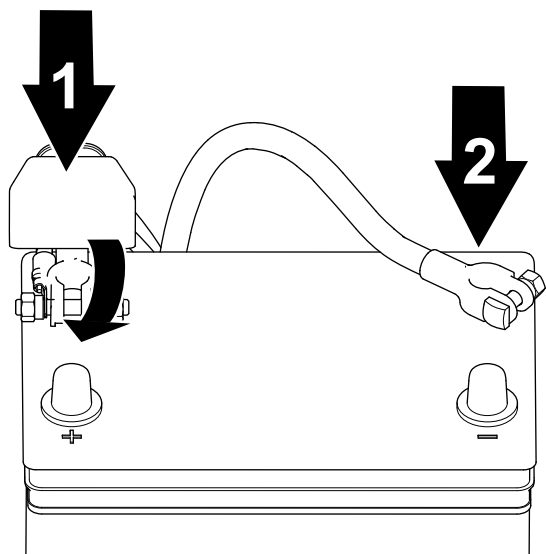

図 88
1. プラス+ケーブルをバッテリーに接続し、クランプナットで接続する 図 88。
2. マイナス-ケーブルをバッテリーに接続し、クランプナットで接続する 図 88。